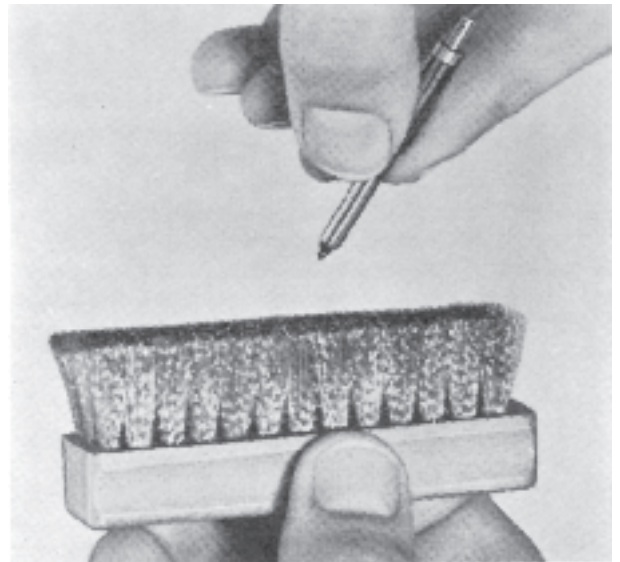

Fig. 54. Rengöring av munstycksnål
2. Gör nålen ren med rensborste och ren olja (kristallolja). Se fig. 54.